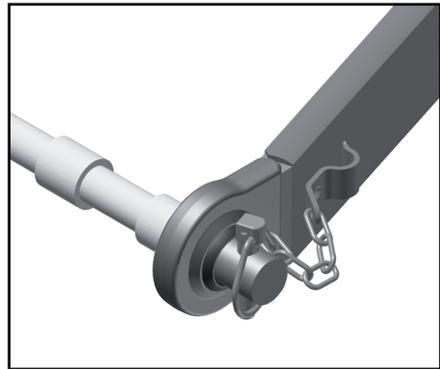

Abb. 5.18.13
7. Das Gerät mit den dafür vorgesehenen, in die kugelförmigen Scheiben einzusetzenden Zapfen an den Unterlenkern befestigen und diese mit den Sicherheitsstiften gegen Herausrutschen sichern (Abb. 5.18.13).